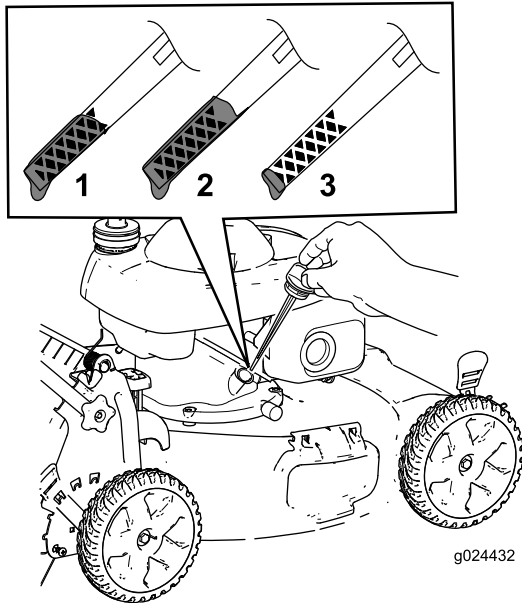

Figura 8
2. Retire la varilla girando el tapón en el sentido contrario a las agujas del reloj y tirando del mismo (Figura 8).
7. Observe el nivel de aceite en la varilla (Figura 8).